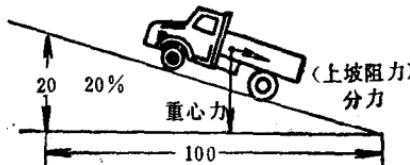

图2 上坡阻力示意图
(1) 滚动阻力 主要是由于地面和轮胎的变形而产生的。当汽车车轮向前滚动时，轮胎各部分就轮流被压扁（地面亦变形），这就产生了阻碍车轮滚动的阻力。它的大小与路面坚硬程度、汽车载荷重量、轮胎气压大小有关。
(2) 上坡阻力 汽车上坡时，总重量沿平行路面的分力要使汽车后退。这一总重量的分力就叫上坡阻力。阻力的大小和汽车的重量、坡度大小成正比。坡度大小可用角度或百分率表示。坡度百分率以坡的高度和水平距离的比求得，如图2。现代汽车的最大爬坡能力是以坡度角来衡量的。最